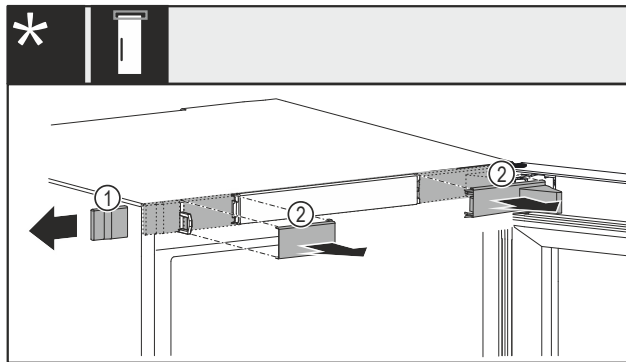

Fig. 12 Mit mechanischem oder elektrischem Schloss\*
- Abdeckung Fig. 12 (1) vorsichtig seitlich entfernen.\*
- Abdeckungen Fig. 12 (2) vorsichtig nach vorne entfernen.\*